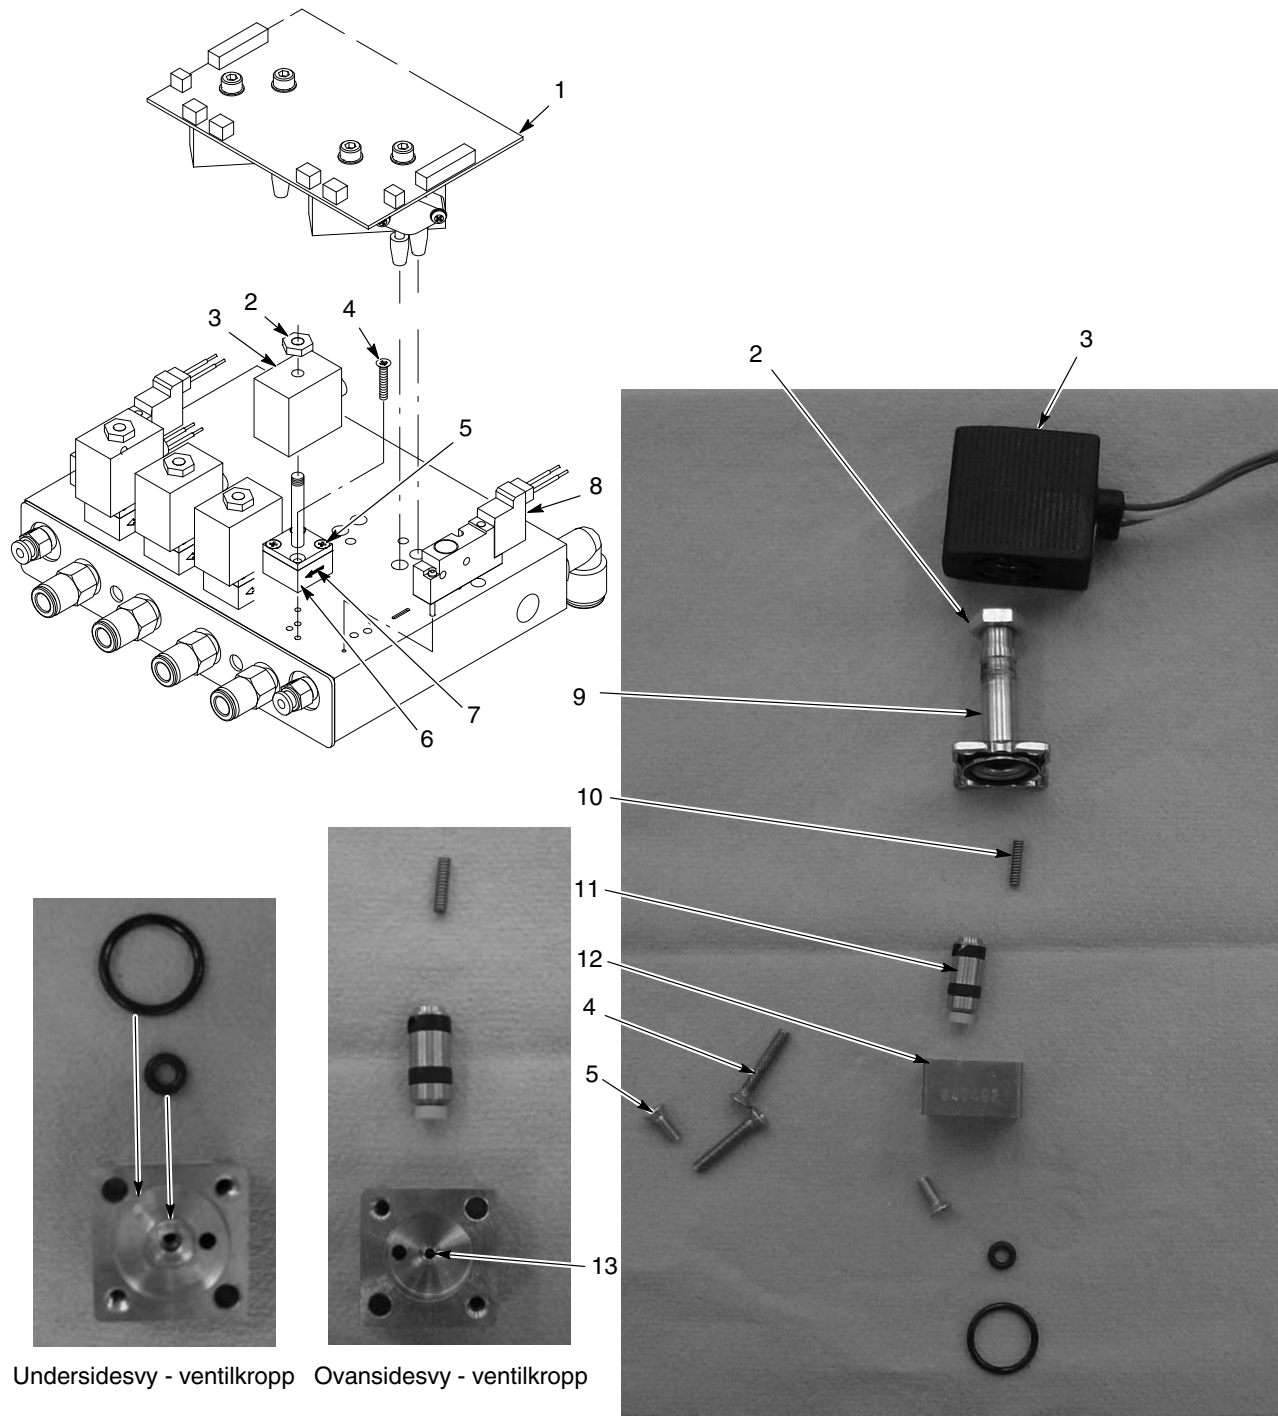

Bild 5-1 Demontering och byte av proportionalventil i iFlow modul
Se bild 5-1. Smuts i tryckluften kan få proportionalventilen (6) att fungera dåligt. Följ nedanstående instruktioner för att dela och rengöra ventilen.
1. Koppla loss spolens (3) ledare från kretskortet (1). Skruva av muttern (2) och spolen från proportionalventilen (6).
2. Skruva ur de två långa skruvarna (4) för att kunna ta av proportionalventilen från fördelaren.
3. Skruva ur de två korta skruvarna (5), tag därefter av ventilhylsan (9) från ventilkroppen (12).
4. Tag av ventildelen (11) och fjädern (10) från stången.
Se bild 5-1. För att demontera magnetventilerna för pistolluft (8), skruva ur de två skruvarna i ventilkroppen och lyft av ventilen från fördelaren.